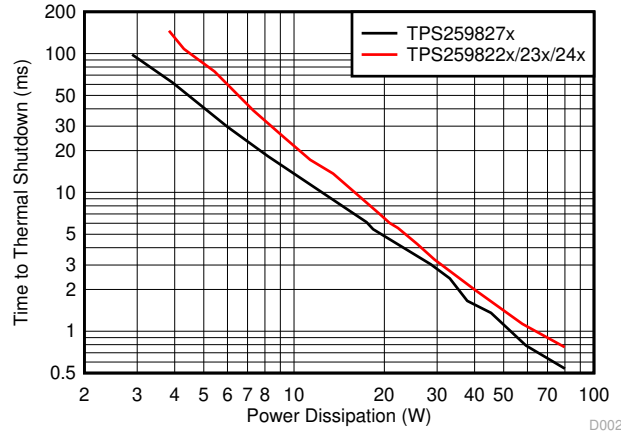

図 8-2. 起動時のサーマル シャットダウンのプロット
3.9W の電力損失に対して正常にスタートアップさせるには、デバイスの熱シャットダウン時間がランプアップ時間 T_{dVdt} より長くなるようにする必要があります。図 8-2 に起動時のサーマルシャットダウン制限を示します。電源が 3.9W の場合、シャットダウン時間は約 100ms です。したがって、出力に負荷がない場合は、26 ms をスタートアップ時間として安全に使用できます。